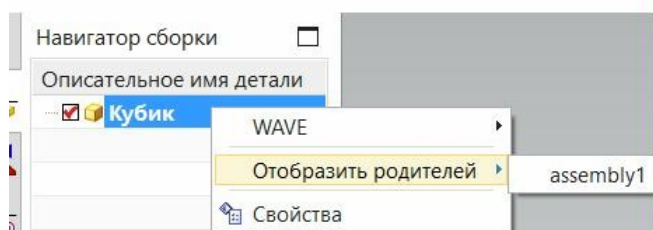

Рис.73
- Чтобы вернуться в обычное состояние вам придется в НСб поставить курсор на строку *отображаемой детали*, КМ, и выполните команду «**Отобразить родителей**» (рис.73).